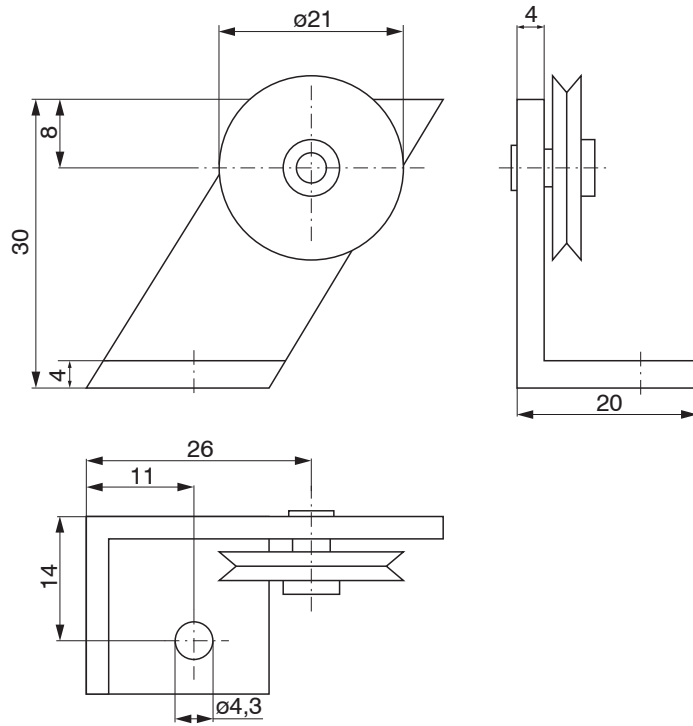

Abb. 14 Umlenkrolle TR3-WDS mit Montagefuß, Abmessungen in mm
- TR3-WDS Seilumlenkrolle mit Montagefuß, siehe Abb. 14